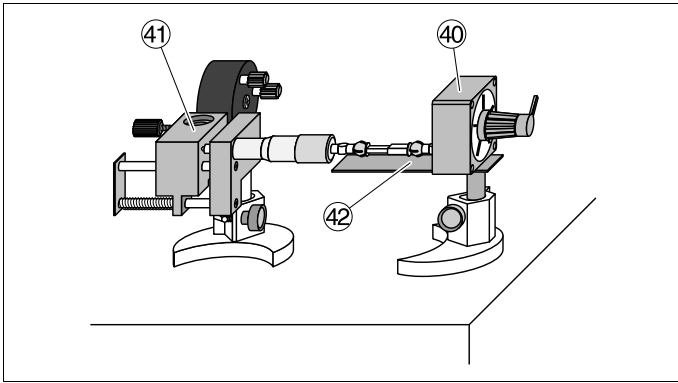

Fig. 18
Gewünschte Versuchsanordnung aufbauen und Verschiebeanordnung ④ im Optik-Fuß (473 42) befestigen. Ausbuchtung des Optik-Fußes entsprechend Fig. 18 ausrichten, daß stabiler Stand gewährleistet ist.
Assemble the desired experiment setup and mount the displacement assembly ④ in the optics base (473 42). Align the recess of the optics base as shown in Fig. 18 so that the apparatus stands securely.